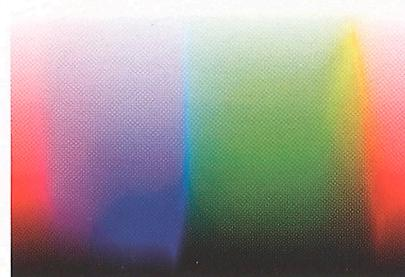

Рис. 8
Для редактирования фотографий идеально Adobe RGB (1998). Цветовой охват принтера Epson используется почти полностью (см. рис. 8). Я иногда люблю работать с ColorMatch RGB. Оно имеет гамму 1,8, и изображения, для которых это важно, получаются более мягкими, с приятным контрастом. При редактировании портретов, как уже говорилось, имеет смысл обратиться к sRGB или CMYK (для продвинутых пользователей, читавших и понявших труды Дэна Маргулиса или вынужденных работать в этой модели по причине тесного профессионального общения с офсетной полиграфией).
- 7 Сводим слои. Шкала готова, запомним ее на будущее (рис. 8).